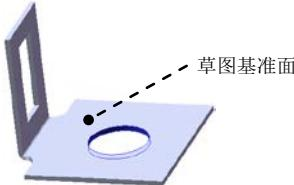

图 12.7.6 切除一拉伸 1
(4) 定义钣金参数属性。在 **折弯参数(P)** 区域的 文本框中输入折弯角度值 90.0，在 **折弯位置:** 区域中单击“折弯中心线”按钮 。
(5) 单击 按钮，完成折弯 1 的创建。
Step4. 创建图 12.7.6 所示的切除—拉伸 1。
(1) 选择命令。选择下拉菜单 **插入(I)** → **切除(C)** → **拉伸(E)...** 命令。
(2) 定义特征的横断面草图。
① 定义草图基准面。选取图 12.7.6 所示的表面作为草图基准面。